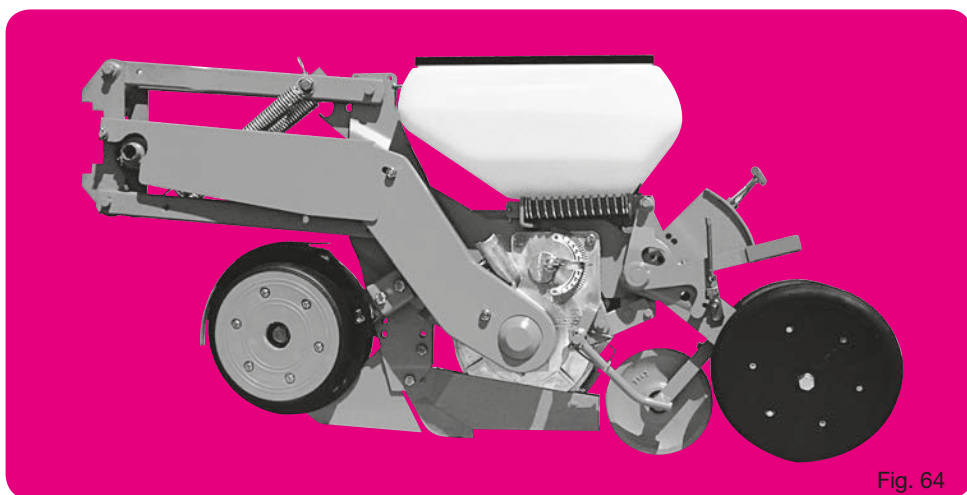

Fig. 64
- Double disques avec roues accolées (fig. 64)
- Double disc openers with side press wheel (fig. 64)
- Scheibenschar mit Andruckrolle (Abb. 64).
- Dubbele schijven met zijdelingse wielen (fig.64)